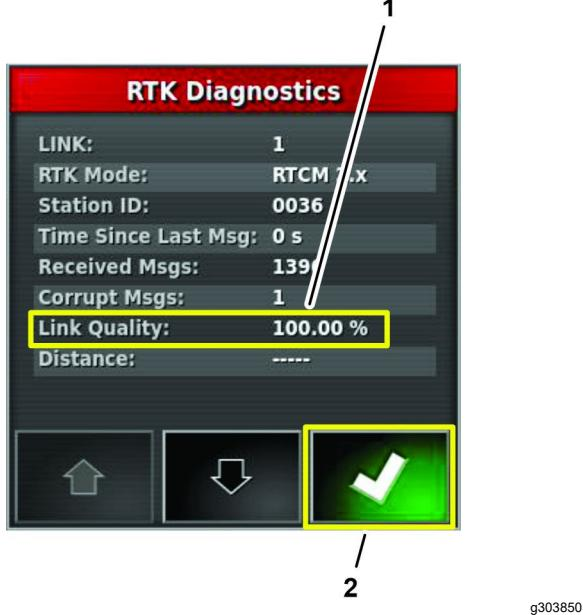

Figure 209
4. Appuyez sur l'icône DIAGNOSTIC RTK et vérifiez dans la boîte de dialogue Diagnostics RTK (Figure 209) que la qualité de la liaison modem RTK est d'au moins 50 %.